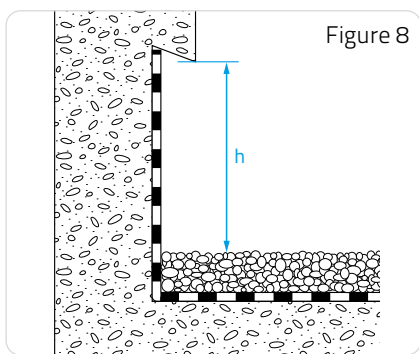

Figure 8
■ Reliefs (supports de relevés) en climat de plaine (Figure 8 et 8 bis).
Figure 8 bis
■ Reliefs (supports de relevés) en climat de montagne (Figure 8).